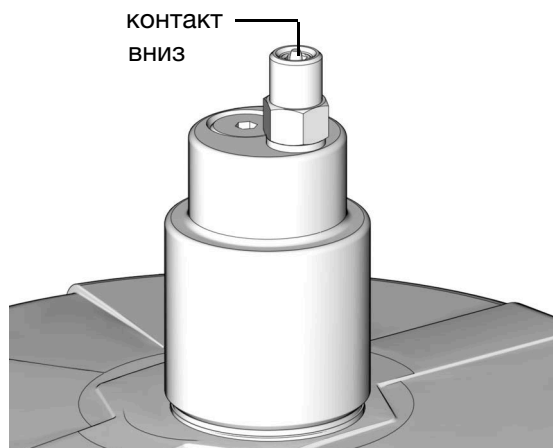

Рис. 27
1. Вытяните ручку сброса давления (Т) и держите ее в этом положении, пока не сбросится давление на линии между впускным коллектором (N) и клапаном автоматического запорного устройства для заполнения (B).
2. Убедитесь, что штифт устройства отключения автозаполнения (B) опустился в исходное положение (Рис. 27).